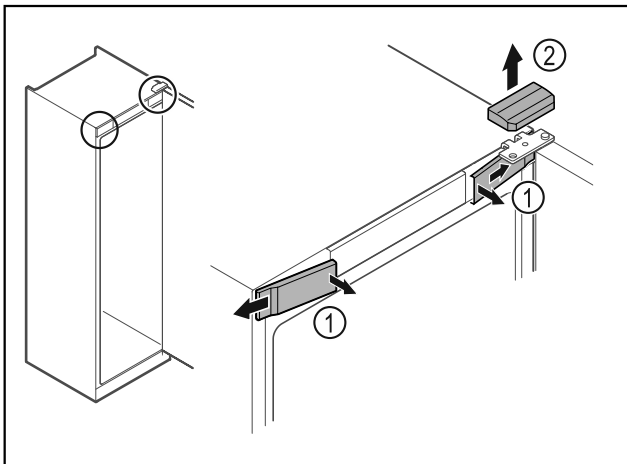

Fig. 10
- ▶ Откопчай те предните капаци Fig. 10 (1) отвътре и свалете настрани.
- ▶ Свалете горния капак Fig. 10 (2) нагоре.